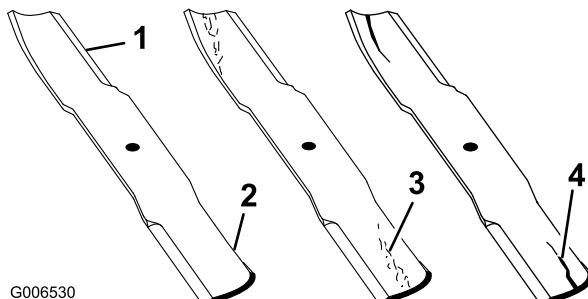

Figure 53
1. Examinez le tranchant des lames (Figure 53). Si les lames ne sont pas tranchantes ou si elles présentent des indentations, déposez-les et aiguisez-les (voir Aiguisage des lames).
2. Inspectez les lames, surtout la partie relevée (Figure 53). Remplacez immédiatement toute lame endommagée, usée ou qui présente une entaille (Figure 53).